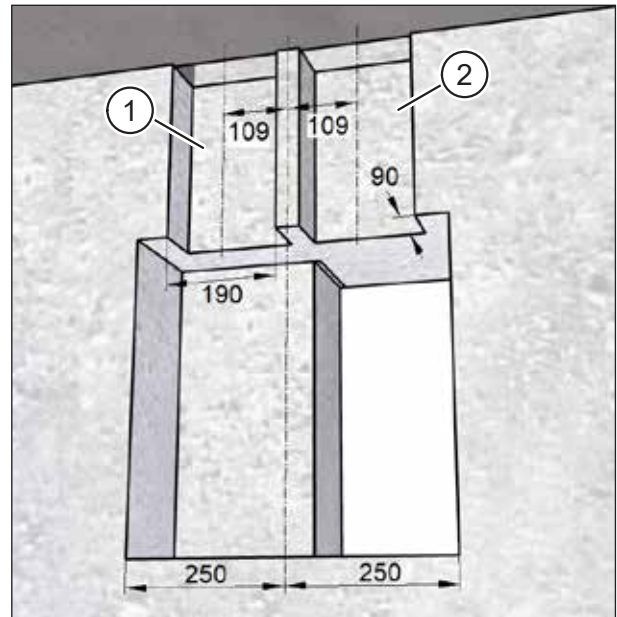

Abb. 12: Mauernuten für Flexrohranschlüsse fräsen, Maße in Millimeter
- ▶ Fräsen Sie mit der Mauernutfräse **eine** Nut entweder für das Abluftrohr (Pos. 1 in Abb. 12) **oder** für das Zuluftrohr (Pos. 2 in Abb. 12) mit der Breite 190 mm, und der Tiefe 90 mm bis zum Deckenauslass der Flexrohre (siehe Abb. 12).
- ▶ Fräsen Sie mit der Mauernutfräse **zwei** Nuten für das Abluftrohr (Pos. 1 in Abb. 12) **und** für das Zuluftrohr (Pos. 2 in Abb. 12) mit der Breite 190 mm und der Tiefe 90 mm bis zum Deckenauslass der Flexrohre (siehe Abb. 12).